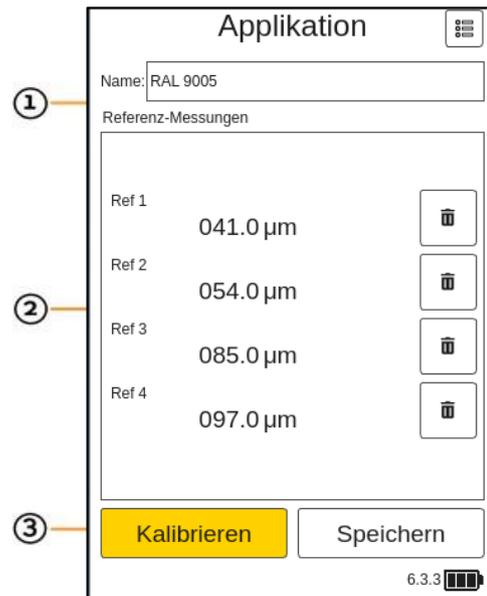

Bild 43: Referenz-Messungen
Ein Kalibrationsbericht, wie in Bild 43: Einfacher Kalibrationsbericht dargestellt, wird von der coatmaster® Flex-Software generiert.
- **Mittlere Abweichung (MD)** des coatmaster® Flex vom Referenzwert: Der Wert sollte weniger als 10% betragen. Je niedriger der Wert, desto genauer ist Ihre Messung. Wenn der Wert größer als 10% ist, überprüfen Sie den Referenzwert.
- **Signalanpassung (SF)**: Der Wert für die Signalanpassung sollte größer als 90% sein. Wenn der Wert weniger als 90% beträgt, reinigen Sie die Optik mit sauberen, trockenen, fusselreifen Papiertüchern und wiederholen Sie das Kalibrierungsverfahren. Wenn die Signalanpassung immer noch unter 90% liegt, kontaktieren Sie bitte unsere technische Support-Hotline (Kontakt Daten auf Seite 2).
- **Messdauer**: Abhängig von der zu messenden Schichtdicke. Bei Änderungen in den Materialeigenschaften (siehe Bild 43: Materialeigenschaften) bezüglich des Dickenbereichs in Bezug auf die erwartete Trockenfilmschichtdicke wird die Dauer der Messzeit berechnet. Je höher der Dickenbereich ist, desto länger wird die Messdauer sein.
- **Blitzenergie**: Abhängig von der zu messenden Farbe des Beschichtungsmaterials. Bei Änderungen in den Materialeigenschaften (siehe Bild 43: Materialeigenschaften) bezüglich der Farbe in Bezug auf die angewandte Farbe des Beschichtungsmaterials wird die Blitzenergie angepasst. Weiß verwendet eine hohe Blitzenergie und Nicht-Weiß eine niedrige Blitzenergie.